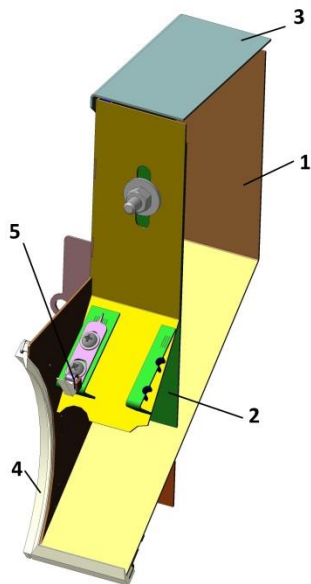

Рисунок 8 – Бункер для семян
3.7 Бункер для семян (рис. 8) состоит из корпуса 1 с установленной внутри него заслонкой 2 и крышки 3. В местах прилегания к барабану установлены уплотнения 4. На корпусе также закреплены винтами сниматели 6 лишних семян, которые можно регулировать в зависимости от семян: подвигать ближе-дальше от отверстий барабана в радиальном и осевом направлениях.